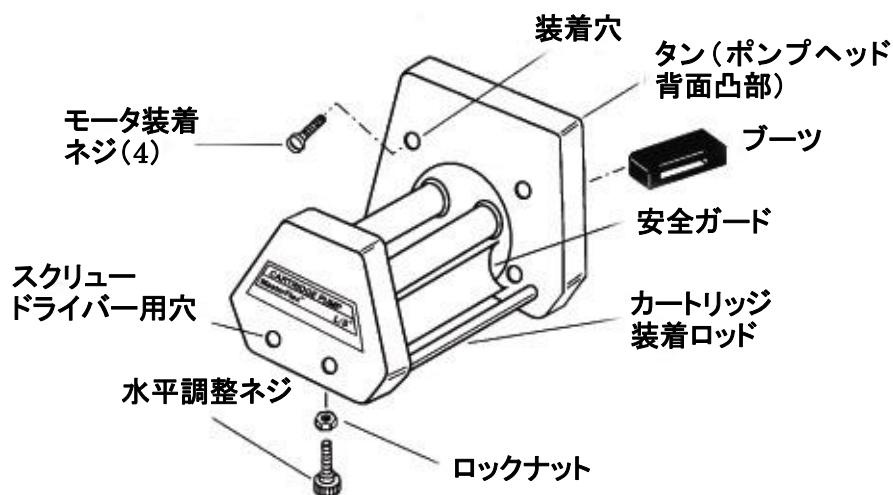

図1 ポンプ装着
1. ポンプシャフトの突端(タン)にプラスチックブーツを被せてください(図1)。このブーツにより金属と金属の接触を防ぎ騒音が減少します。このブーツは、摩滅した場合又は50時間毎に検査した上で交換してください。